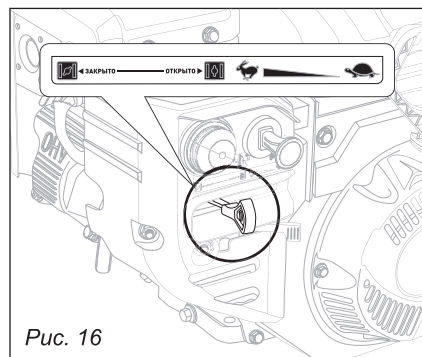

Рис. 16
7. После запуска двигателя, медленно переведите ручку управления воздушной заслонкой в среднее положение (рис. 16).